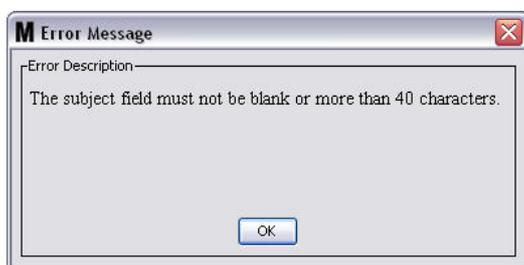

FIG. 143
- **Subject (Oggetto):** identifica un motivo per l'invio del messaggio e-mail. È necessario fornire un oggetto. Il messaggio di errore mostrato nella FIG. 143 compare se si fa clic sul pulsante OK senza fornire un oggetto.